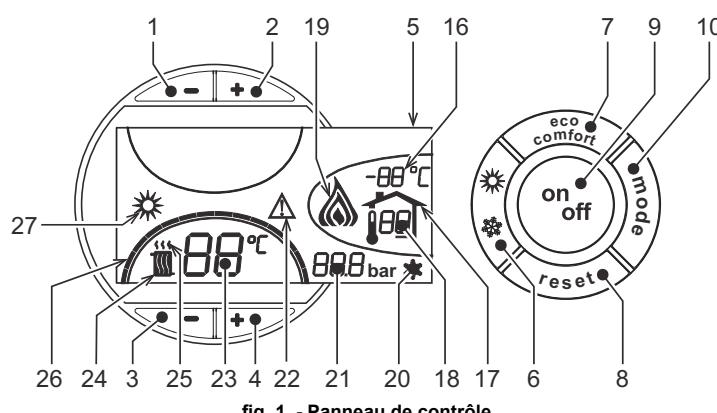
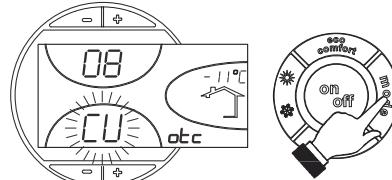
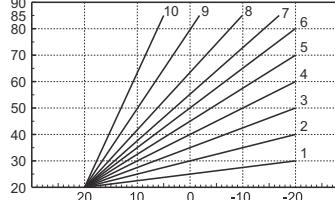

fig. 1 - Panneau de contrôle
fig. 9 - Courbe de compensation
fig. 12 - Exemple de déplacement parallèle des courbes de compensation
Appuyer 1 seconde sur la touche on/off (rep. 9 - fig. 1).
Pour rallumer la chaudière, appuyer à nouveau 1 seconde sur la touche on/off (rep. 9 - fig. 1).
- Appuyer sur la touche ON/OFF (9 - fig. 1)
Appuyer sur la touche été/hiver (rep. 6 - fig. 1) pendant 1 seconde.
L'afficheur montre le symbole Été (rep. 27 - fig. 1) : la chaudière ne fournira que de l'eau chaude sanitaire. Le système hors-gel reste actif.
Pour désactiver le mode Été, appuyer à nouveau sur la touche été/hiver (rep. 6 - fig. 1) pendant 1 seconde.
Pour régler la température entre 30° C (minimum) et 80° C (maximum), agir sur les touches du chauffage (rep. 3 et 4 - fig. 1).
Pour régler la température entre 10 °C (minimum) et 65 °C (maximum), agir sur les touches eau chaude sanitaire +/- (rep. 1 et 2 - fig. 1).
Lorsqu'une sonde extérieure (option) est installée, l'afficheur du tableau des commandes (rep. 5 - fig. 1) montre la température extérieure actuelle mesurée par la sonde. Le système de régulation de la chaudière travaille en mode "température évolutive". Dans ce mode, la température de l'installation chauffage est régulée en fonction des conditions climatiques extérieures de manière à garantir un confort élevé et une économie d'énergie pendant toute l'année. En particulier, lorsque la température extérieure augmente, la température de départ installation diminue selon une courbe donnée "de compensation".
Avec le réglage évolutif, la température programmée à l'aide des touches chauffage +/- (rep. 3 et 4 - fig. 1) devient la température maximum de départ installation. Il est conseillé de régler la valeur maximale pour permettre au système de réguler la température sur toute la plage utile de fonctionnement.
Appuyer une fois sur la touche mode (rep. 10 - fig. 1) pour afficher la courbe de compensation actuelle (fig. 9). Il est possible de la modifier à l'aide des touches eau chaude sanitaire (rep. 1 et 2 - fig. 1).
Appuyer sur les touches chauffage (rep. 3 et 4 - fig. 1) pour passer au déplacement parallèle des courbes (fig. 12), qui peut être modifié à l'aide des touches eau chaude sanitaire (rep. 1 et 2 - fig. 1).
Réappuyer sur la touche mode (rep. 10 - fig. 1) pour quitter le mode de réglage des courbes parallèles.
Si la chaudière est reliée à la chronocommande à distance (option), les réglages ci-dessus seront gérés comme indiqué dans le tableau tableau 1. De plus, l'afficheur du panneau de commande (rep. 5 - fig. 1) montre la température ambiante actuelle, mesurée par la chronocommande à distance.